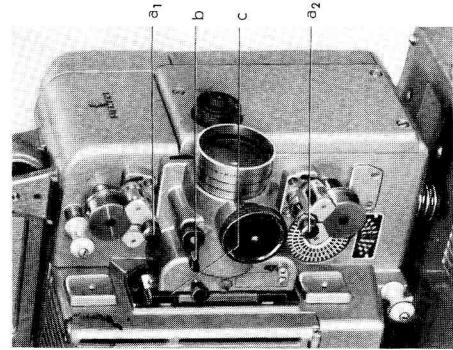

Bild 12
1. Andruckrollenhalter durch Druck auf Auslöseknöpfe a1 und a2 (Bild 12) öffnen. Rändelknopf der Blendenachse so lange drehen, bis Markierungsstrich der Dreiflügelblende nach oben zeigt. (Siehe m im Bild 24.)